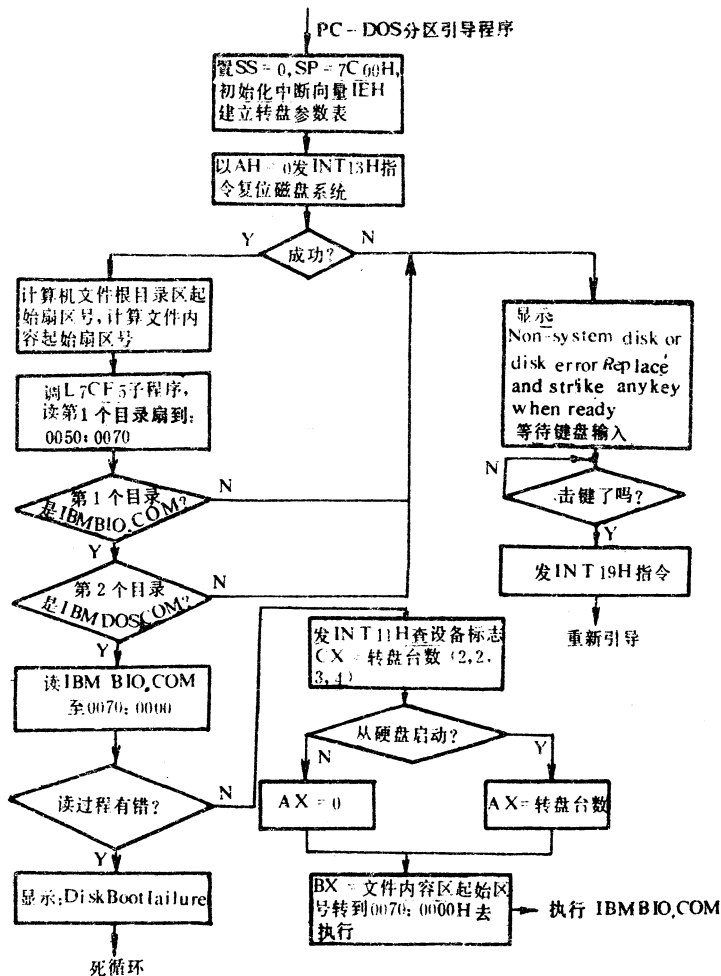
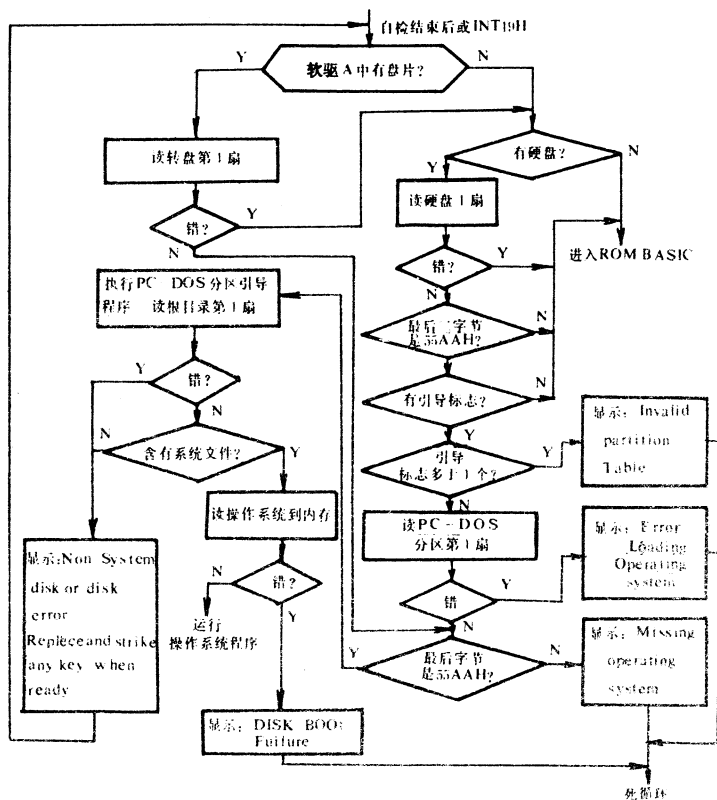
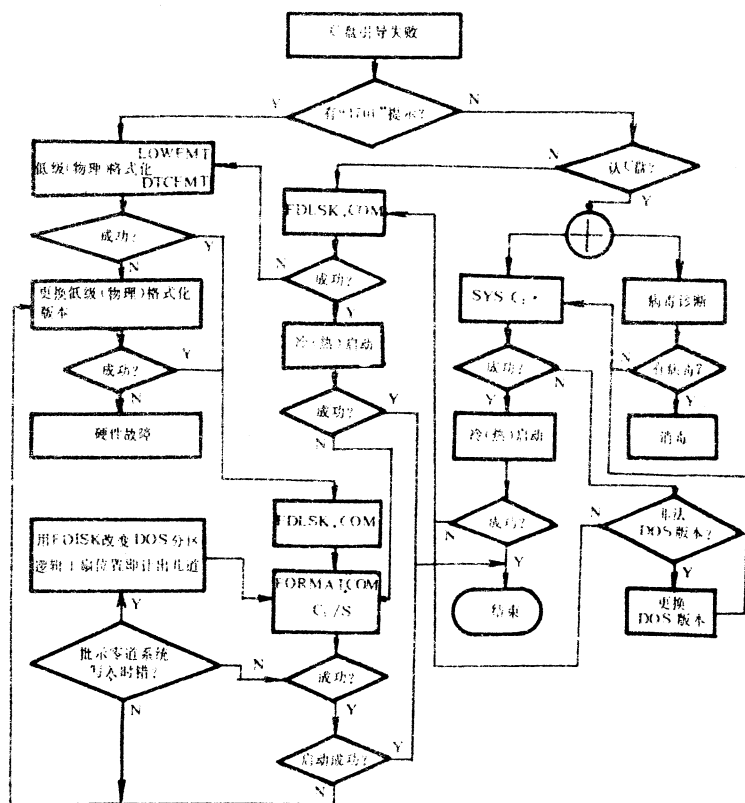

图 5-2 DOS 分区引导程序框图
图 5-3 引导过程框图
图 5-4 硬盘故障处理流程图
**故障分析与处理** 为了更好地解决磁盘失败问题,首先应该了解硬盘的引导过程(详见图 5-2、图 5-2、图 5-3 和图 5-4),自举失败有以下三种情况:
一旦发现硬盘引导失败,不妨按图 5-4 硬盘故障处理流程图的方法、步骤一试。请注意:在硬盘恢复正常之前,最好不要盲目对其文件、数据进行增、删、改等操作。另因低级格式化或逻辑格式化版本不符,也许能够装进系统,但是有的不能引导,这时不妨用其他版本试一试,或寻找相应版本的系统软件。